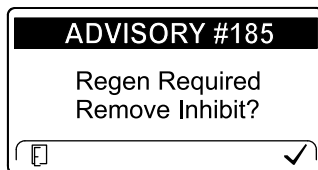

Bild 75
**Hinweis:** Wenn Sie im InfoCenter das Verhindern der Zurücksetzen-Regenerierung eingestellt haben, wird ADVISORY#185 (Bild 75) alle 15 Minuten im